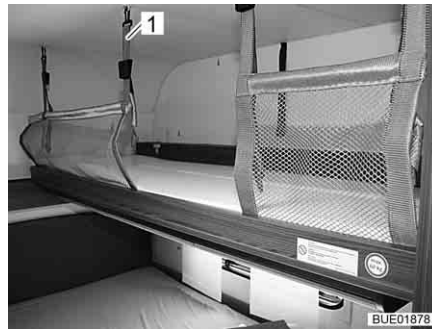

Fig. 85 Armoire-lit pliant avec filet de sécurité tendu
- Suspending les sangles de sécurité (Fig. 85,1) aux crochets situés au plafond.